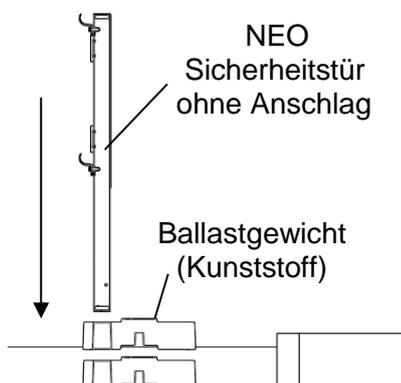

Abb. 2: Ballastgewichte und Sicherheitstüre positionieren
1. Nach dem Aufstellen der Absperrung um die Lichtkuppel herum wird die Sicherheitstür aufgestellt. Die Ballastgewichte werden übereinander gestapelt und nach den Aussparungen (Durchbrüchen) die Sie enthalten ausgerichtet. (Abb.2)
2. Den Pfosten der Sicherheitstür durch die Aussparungen vertikal in Richtung Boden einführen, bis die werksseitig angegebene Höhe von 110 mm Oberkante erreicht wird (steht auf Boden auf). (Abb. 2 u.2. 1)